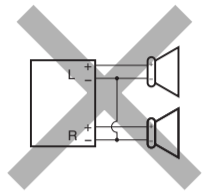
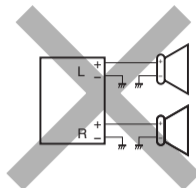
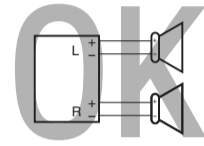

Fig. 1
Fig. 2
Fig. 3
- ② Jaune: a la batterie de la voiture (12V constant)
- ③ Rouge: à la prise accessoire
- ④ Bleu à bandes blanches: à l'antenne automatique (200mA max.)
- ⑤ Autres: aux enceintes
- **If the speaker wiring in your car is as illustrated in Fig. 1 and Fig. 2 below, DO NOT** connect the unit using that original speaker wiring. If you do, the unit will be seriously damaged. Redo the speaker wiring so that you can connect the unit to the speakers as illustrated in Fig. 3.
- **If the speaker wiring in your car is as illustrated in Fig. 3,** you can connect the unit using the original speaker wiring in your car.
- **Si el conexionado de altavoz de su automóvil es como se indica en las Figs. 1 y 2 de abajo,** NO conecte la unidad utilizando ese conexionado de altavoz original. Si lo hace, se producirán daños graves en la unidad. Vuelva a efectuar el conexionado de altavoz de manera que pueda conectar la unidad a los altavoces de la manera indicada en la Fig.3.
- **Si el conexionado de altavoz de su automóvil es como se indica en la Fig.3,** podrá conectar la unidad utilizando el conexionado de altavoz original de su automóvil.
- **Si le câblage des enceintes de votre voiture est réalisé comme montré sur la Fig. 1 ou Fig. 2 ci-dessous, NE CONNECTEZ PAS** l'appareil en utilisant ce câblage original d'enceintes. Si vous le faites, l'appareil sera sérieusement endommagé. Recommencez le câblage des enceintes de façon que vous puissiez connecter l'appareil aux enceintes comme montré sur la Fig. 3.
- **Si le câblage des enceintes de votre voiture est comme montré sur la Fig. 3,** vous pouvez connecter l'appareil en utilisant ce câblage original d'enceintes pour votre voiture.